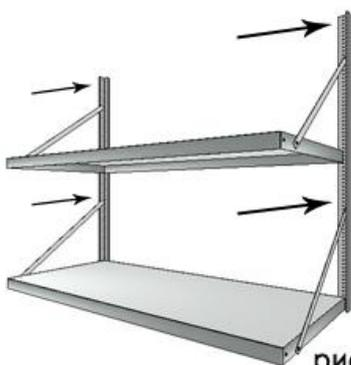

рис. 5
7. После затяжки болтовых соединений стеллаж он крепится при помощи дюбелей к стене не менее чем в 4 точках (рис. 5).